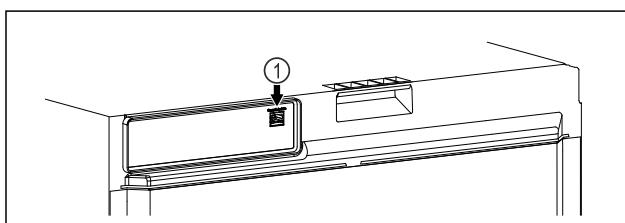

Fig. 110
- SmartModule Fig. 110 (1) 已使用。